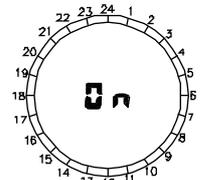

fig.5c
- Spostare il deviatore (fig.3) in posizione  fino a che sul display scompare il programma e viene visualizzato lo stato del relè del funzionamento manuale ("**ON**" o "**OFF**") come in fig.5c;
- select the switch (fig.3) in position **M** until when on display the program is cancelled and it is showed the state of the relay of the manual functioning ("**ON**" or "**OFF**") as in fig. 5c.